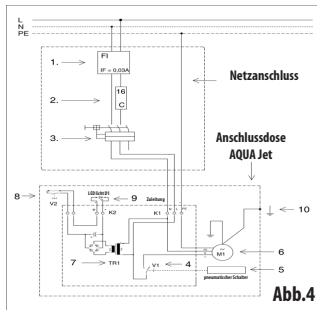

Abb.4
**Elektrisches Anschlussschema****AQUA Jet 50 (Abb. 4):**
Die Gegenstromanlage ist es nötig ans Verteilungsnetz mittels Motoranlassers, Sicherung und des FI-Schutzschalters anzuschließen. Die Spezifikation siehe das Schaltschema, Abb. 4. Die Nichteinrichtung dieser Sicherheitselemente kann Lebensgefährdung und allgemeine Bedrohung verursachen. Diese Einrichtungen müssen außerhalb der Schutzzone des Schwimmbeckens (Zonen 0,1 und 2) untergebracht werden, siehe CSN 33 2000-7-702, durch welche die Unterbringung auf 3,5 m von der Schwimmbeckenwand, Abb. 5 festgelegt wird.